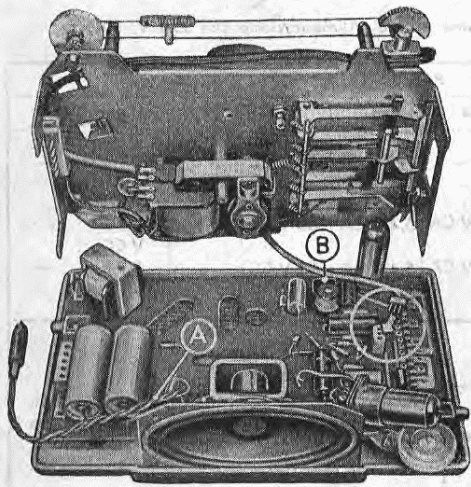

Fig. 5
**Taratura dell'indicatore di livello di registrazione.** - La resistenza semifissa « A » serve per la taratura dell'indicatore del livello di registrazione. Essa viene regolata in fabbrica in sede di collaudo e non è quindi necessario, normalmente, ritoccarne la regolazione; nel caso però in cui, per sostituzione delle valvole o per altri motivi, le variazioni luminose fossero insufficienti od eccessive si operi come segue (fig. 5):